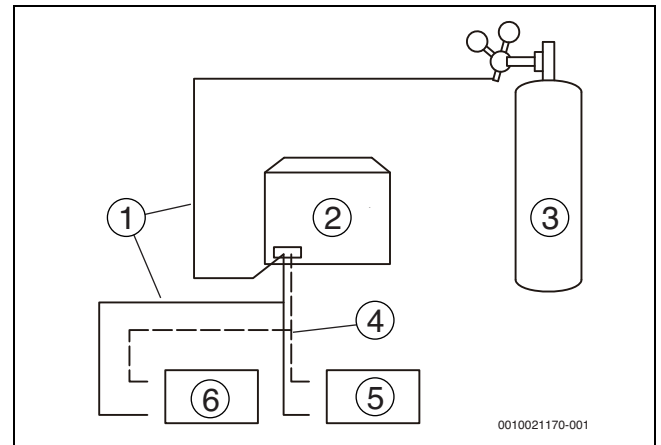

Fig. 32
4. Utilizar tapones ciegos para bloquear todas las aperturas del lado líquido (de gas), excepto las aperturas en la unidad interior que es la más distante de las unidades exteriores ("unidad interior A" en la imagen 32).